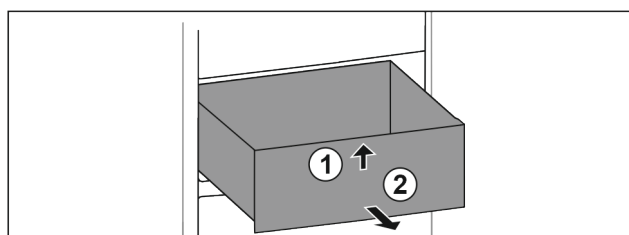

Fig. 166
- Sollevare il cassetto dal davanti. Fig. 166 (1)
- Rimuovere il cassetto tirandolo in avanti. Fig. 166 (2)